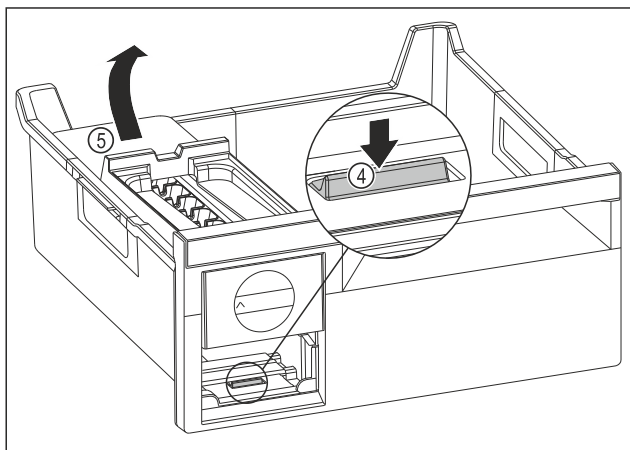

Fig. 112
- ▶ Odstranjevanje glavnega dela EasyTwist-Ice: Spono Fig. 112 (4) s prstom potisnite navzdol in hkrati z drugo roko glavni del EasyTwist-Ice Fig. 112 (5) od zadaj dvignite.